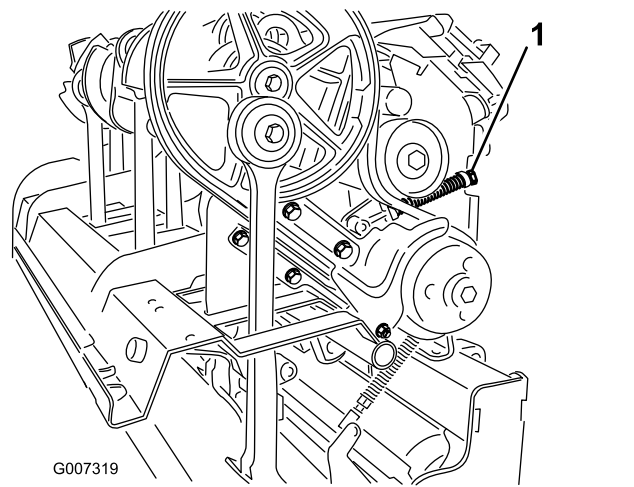

Bild 38
4. Lösen Sie die Sicherungsmutter, mit der der Federhalter befestigt ist, und drehen Sie den Federhalter, um die Spannscheibenfeder zu entspannen (Bild 38).